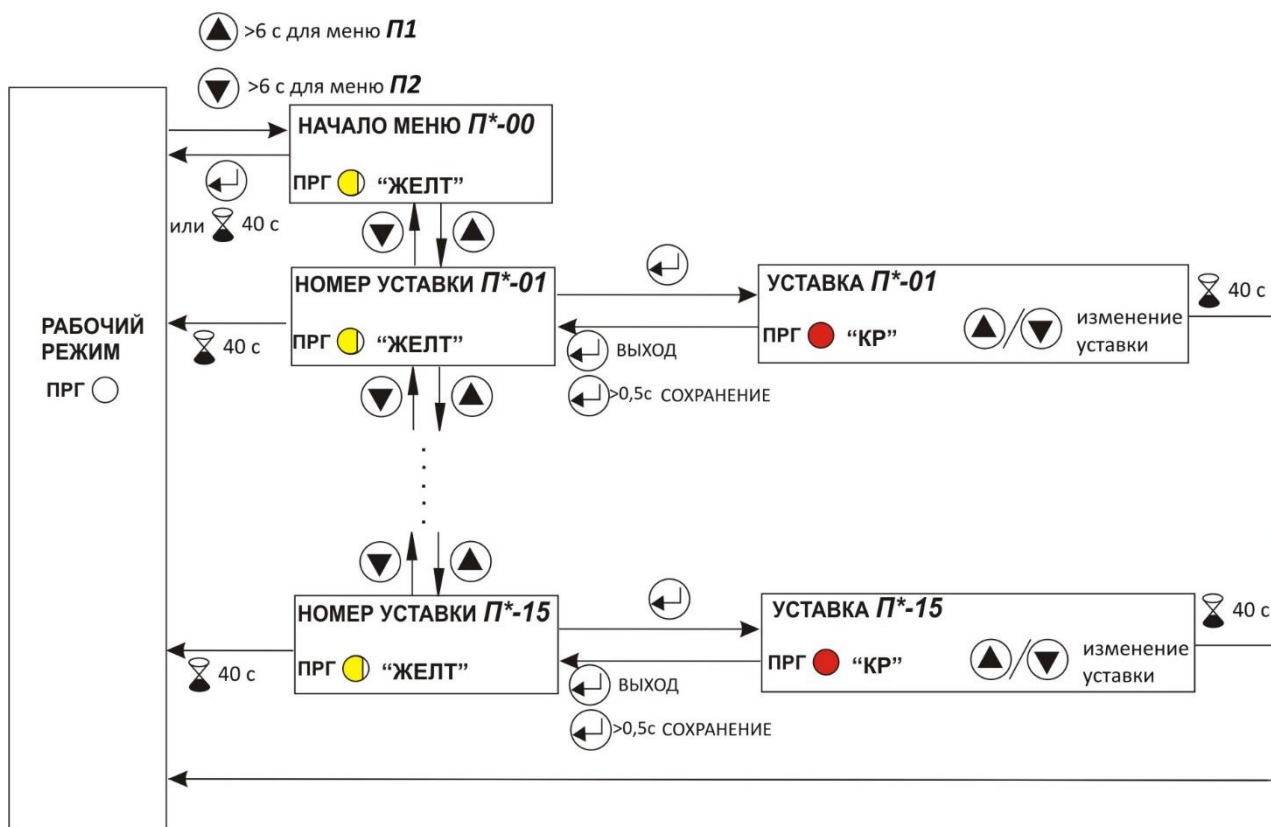

Рисунок 8 –Схема работы режима программирования
1.10.2 Обобщенная схема режима программирования уставок приведена на рис.8. Обозначение на схеме **П*** соответствует **П1** или **П2**, в зависимости от выбранного меню.